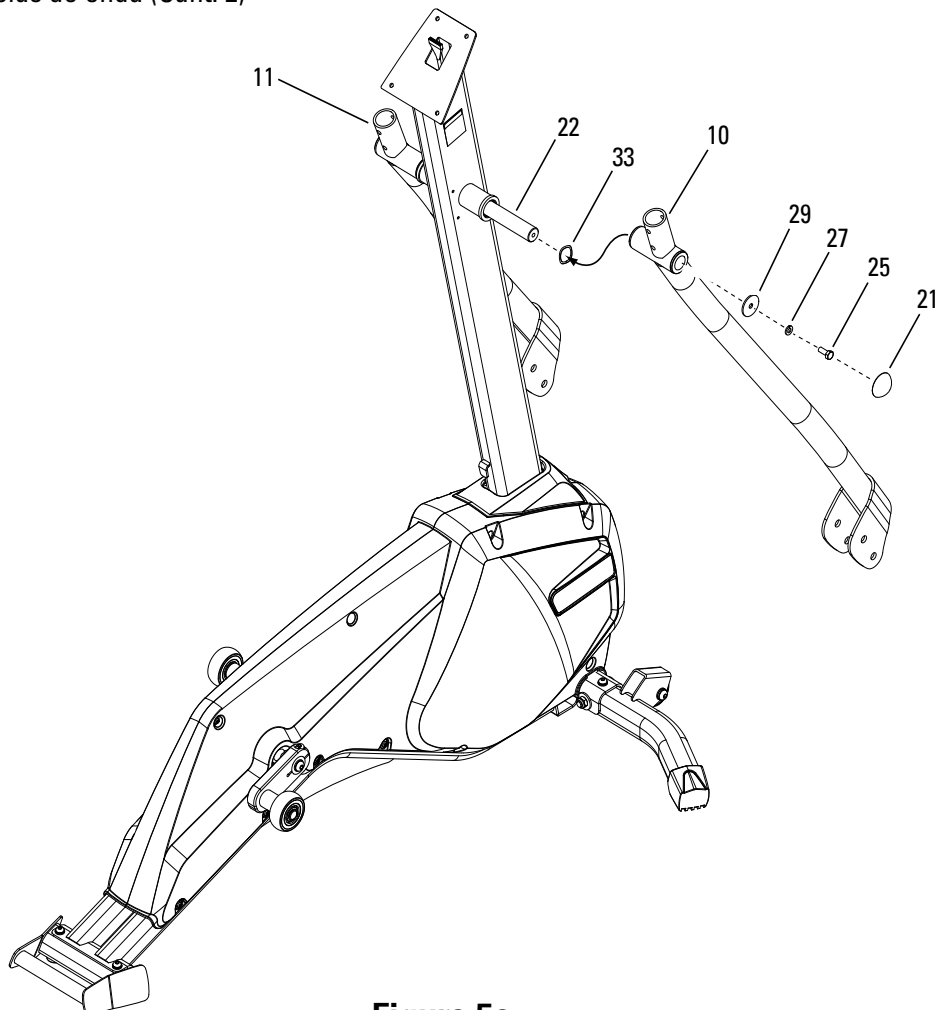

Figura 5a
5-1 Coloque una arandela de onda en la barra del pivote del brazo (22) en el lado derecho (Figura 5a).
5-2 Instale el brazo oscilante derecho en la barra del pivote del brazo con una arandela plana ancha M8, arandela de cerradura de golpe M8 y perno de cabeza hexagonal M8 x 20 (Figura 5a).
5-3 Apriete el herraje de los brazos oscilantes. Instale las tapas redondas (Figura 5a).